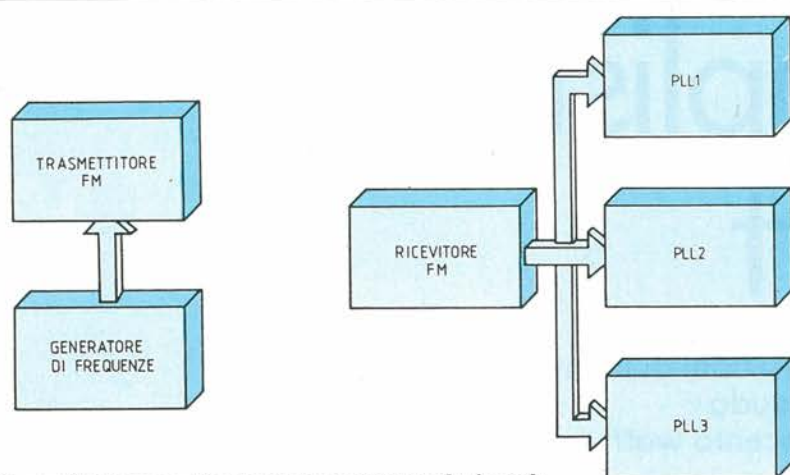

Figura 6. Schema a blocchi di un comando pluricanale via radio impiegante per le decodifiche, dei circuiti PLL.
**Figura 6.** La bobina di sintonia L deve essere avvolta, secondo le indicazioni date, con filo di rame argentato da 1,2 mm. Si debbono complessivamente realizzare 4 spire.